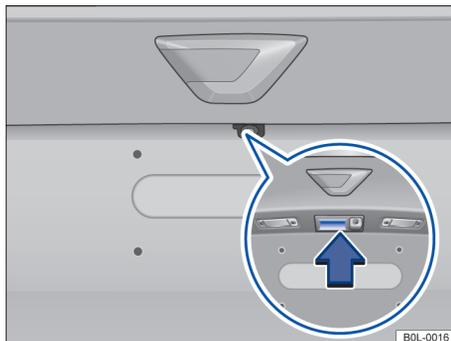

图 46 从车外打开尾门
- 按一下车辆钥匙上的按钮 解锁尾门或完全解锁车辆后，通过按压按钮 → 图 46（箭头）打开尾门；
- 或：按住车辆钥匙上的 按钮，直至尾门自动打开数毫米，通过按压按钮 → 图 46（箭头）打开尾门；